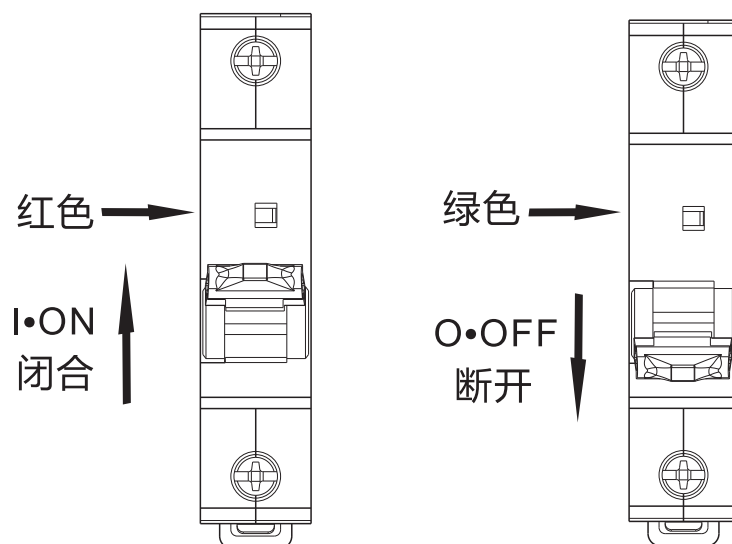

图2 NB1Z-63闭合、断开状态指示
5.1 安装使用前先检查断路器标志与所使用的工作条件是否相符；断路器闭合、断开状态指示如下图2